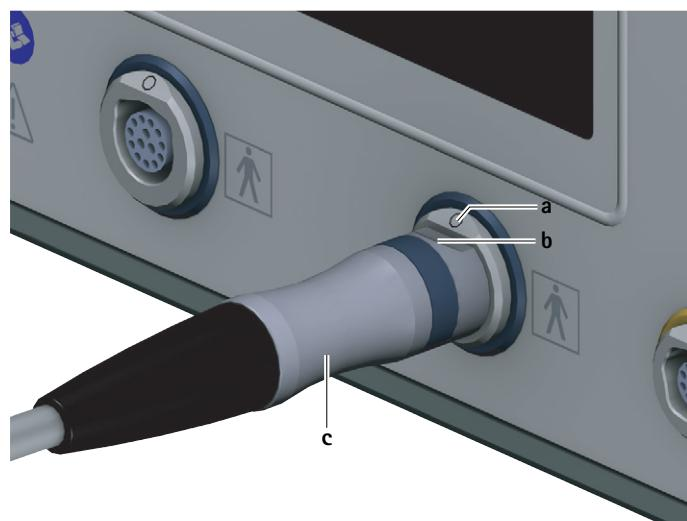

Fig. 3 Anslut motorkabeln
- ▶ Rikta styrenhetens kontakt **c** på motorkabeln så att markeringen **b** på kontakten stämmer överens med markeringen **a** på användningsdelarnas anslutningsuttag 7, se Fig. 3.
- Dra ut motorkabeln på kontakten för styrenheten **c** från anslutningsuttaget för användningsdelarna **7**, se Fig. 3.